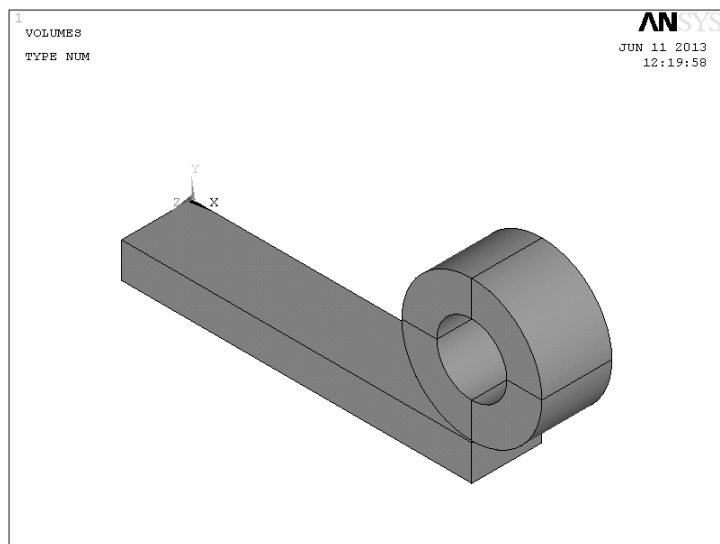

图 2-145 B 梁板和 A 圆筒模型
(14) 在“Create Block by Dimensions”窗口中“X1, X2 X-coordinates”后的方框内依次输入“0”、“0.2”, 在“Y1, Y2 Y-coordinates”后的方框内依次输入“0”、“-0.02”, 在“Z1, Z2 Z-coordinates”后的方框内依次输入“0”、“0.04”。
(15) 单击“Create Block by Dimensions”窗口中的“OK”按钮, B 梁板的模型已建立, 并出现在图形窗口(见图 2-145)。